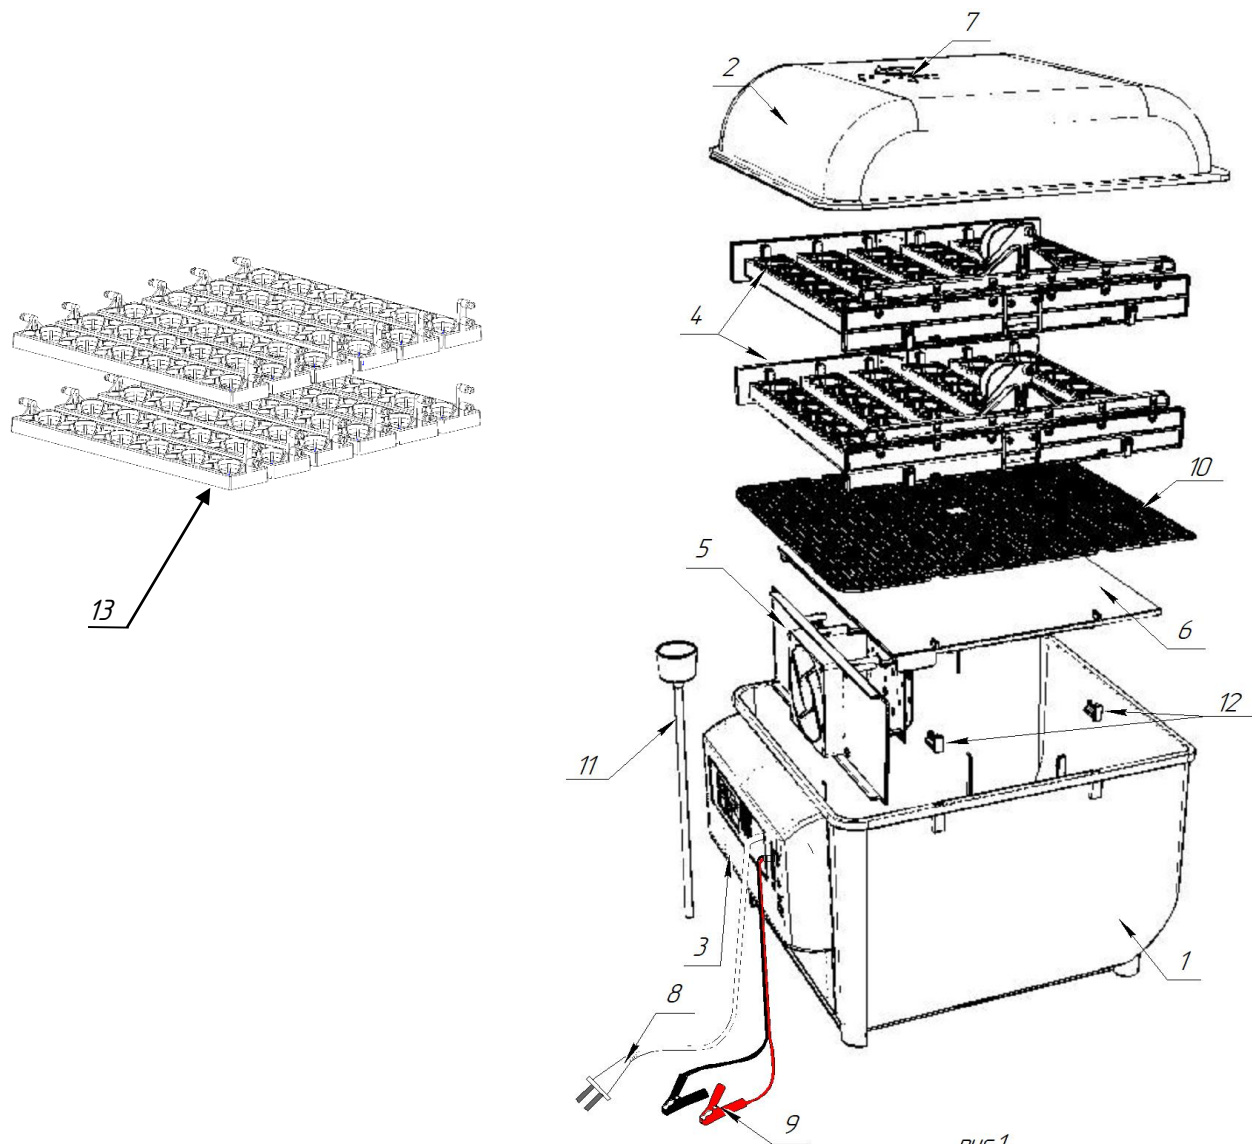

рис.1
Внешний вид и устройство инкубатора изображены на рис. 1
Блок вентилятора с нагревателями (поз.5, рис. 1), мощностью 160 Вт, работающего от сети ~ 220 В, аварийного 100 Вт, работающего от АКБ (аккумуляторной батареи) --- 12 В собраны на пластмассовой панели, которая установлена в пазах корпуса и может выниматься из корпуса для облегчения промывки корпуса после вывода птенцов.
Блоки лотков (поз.4, рис. 1) для укладки яиц установлены в два яруса.
Верхний лоток устанавливается на четыре специальные съемные опоры (поз.12, рис. 1) в корпусе, нижний – на экран (поз. 6, рис. 1) нагревательного блока (поз.5, рис. 1)
7.1.4 Залить водой симметрично две емкости, номера 1 и 6 (на дне корпуса инкубатора). Вода должна быть дистиллированная или кипяченая. Температура воды ≈ 30 – 35°C. Решетку поз. 10 рис. 1 на экран поз.6 рис. 1 устанавливать не нужно, решетка потребуется на последнем этапе вывода.
Требуемый процент влажности, можно увеличить доливая воду с помощью воронки (поз.11, рис. 1) в отсеки для воды.